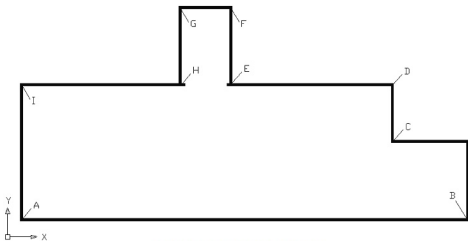
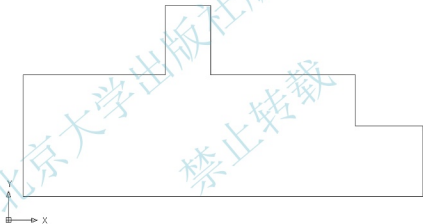

图 6.31 调整视图为俯视图
图 6.32 绘制屋面的轮廓
- (1) 改变当前层：创建【屋面】图层并将其设为当前层，然后将【柱】、【门窗框】、【玻璃】、【勒脚】、【墙】和【轴线】图层关闭。
- (2) 执行菜单栏中的【视图】|【三维视图】|【俯视】命令，将视图调整为俯视图状态，结果如图 6.31 所示。
- (1) 启动【多段线】命令（快捷键 PL）。
- (2) 在指定起点：提示下，捕捉图 6.31 所示的 A 点作为多段线的起点。
- (3) 在指定下一个点或 [圆弧(A)/半宽(H)/长度(L)/放弃(U)/宽度(W)]: 提示下，输入“W”。
- (4) 在指定起点宽度<80.0000>: 提示下，输入“0”。
- (5) 在指定端点宽度<0.0000>: 提示下，输入“0”。
- (6) 在指定下一点或 [圆弧(A)/闭合(C)/半宽(H)/长度(L)/放弃(U)/宽度(W)]: 提示下，依次捕捉图 6.31 中的 B、C、D、E、F、G、H 和 I 点。
- (7) 在指定下一点或 [圆弧(A)/闭合(C)/半宽(H)/长度(L)/放弃(U)/宽度(W)]: 提示下，输入“C”后按 Enter 键。
- (8) 将【墙】图层关闭，结果如图 6.32 所示。